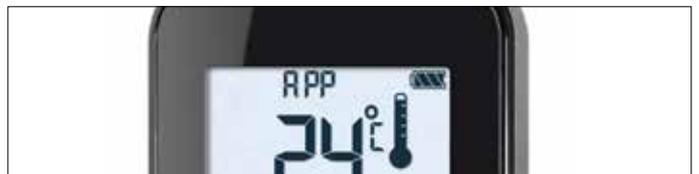

Abb. 6: App verbunden (im Thermostatmodus)
- Das aktive Gerät (Puck oder Fernbedienung oder intelligentes Gerät) ist das als letztes verwendete. Eine Ausnahme stellt die Verwendung des nicht aktiven Geräts zum Ändern von Licht, Ventilator oder AUX dar. Das nicht aktive Gerät nimmt die Änderungen vor, allerdings bleibt das aktive Gerät wie im Thermostat-, Programm- oder Energiesparmodus. Wenn ein Profil eine Thermostat-, Programm- oder Energiespareinstellung enthält, bleibt das aktive Gerät ebenfalls aktiv. Bei Aktivierung des Thermostat-, Programm- oder Energiesparmodus mit der App werden das entsprechende Symbol und „APP“ auf der Symax Fernbedienung angezeigt (siehe Abb. 6).